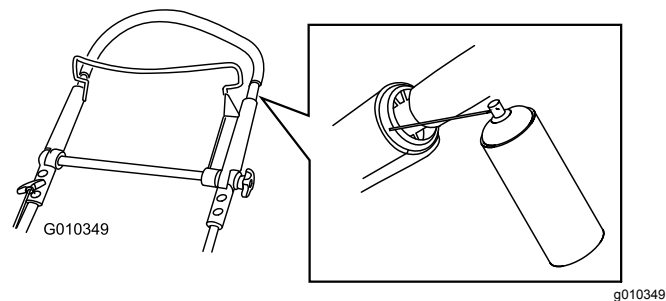

Bild 20
1. Sprühen Sie die äußeren Kunststoffenden des inneren Holms ein (Bild 20).